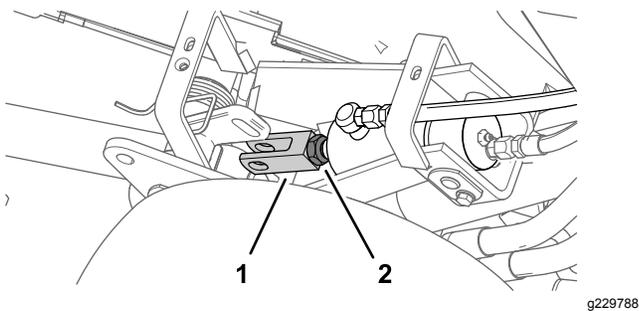

図 48
5. クレビスを回して適当な高さにする 図 48。
6. クレビスフィッティングを昇降アームに組み付けてクレビスピンとリテーナピンで固定し、ジャムナットを締め付ける 図 47 と 図 48。